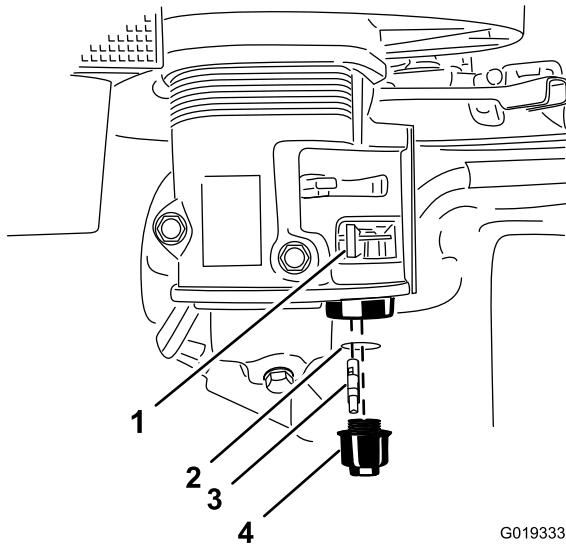

Figura 22
4. Retire la taza de sedimentos y la junta tórica (Figura 22).
6. Coloque la junta tórica en la válvula de combustible y vuelva a colocar la taza de sedimentos, apretando firmemente (Figura 22).